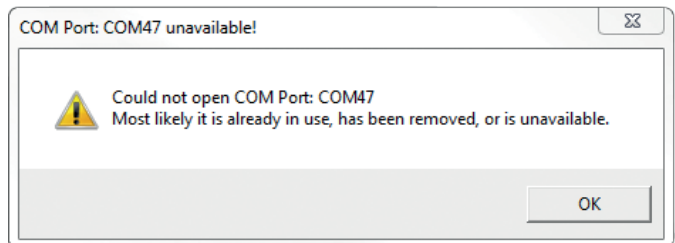
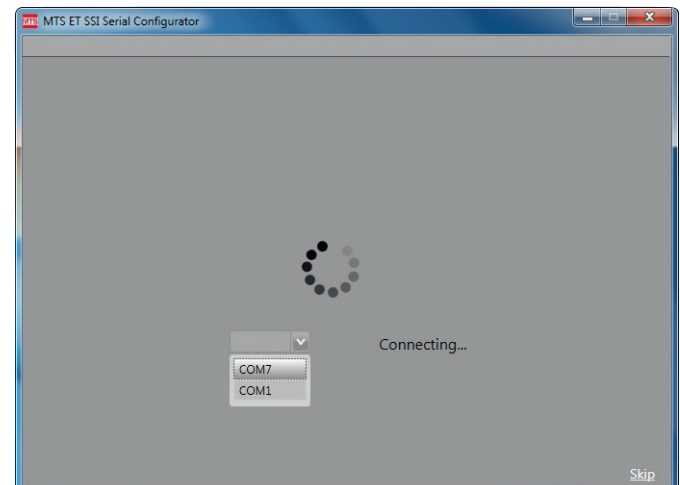
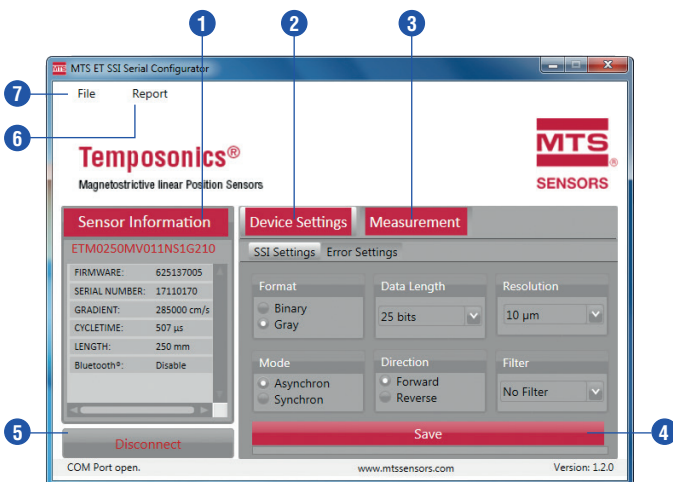

Abb. 27: Fehlermeldung COM-Port nicht verfügbar
Abb. 28: COM-Port wählen
Abb. 29: MTS ET SSI Serial Configurator, SSI Settings
Nach dem Start des Programms MTS ET SSI Serial Configurator baut die Software über den zuletzt gewählten COM-Port eine Verbindung auf und die Bedienoberfläche (Abb. 29) öffnet sich. Sofern der COM-Port nicht verfügbar ist, erscheint eine Fehlermeldung (Abb. 27).
Wählen Sie den korrekten COM-Port aus der Liste aus (Beispiel siehe Abb. 28). Der Sensor startet daraufhin selbstständig neu und die Bedienoberfläche öffnet sich (Abb. 29).
- 1 **Sensor Information** zeigt die unveränderlichen Sensorparameter, die beim Anschluss des Sensors automatisch eingelesen wurden (Abb. 29).
- 2 Unter **Device Settings** können die konfigurierbaren Parameter (SSI Settings, Error Settings) des Sensors angepasst werden (Abb. 29).
- 3 **Measurement** zeigt die aktuelle Position des Magneten (Abb. 29).
- 4 Der **Save**-Button speichert vorgenommene Änderungen an Parametern des Sensors. Nach dem Speichervorgang startet die Software neu. Erst dann sind die Änderungen wirksam und die Funktion **Measurement** 3 ist wieder verfügbar (Abb. 29).
- 5 Der Button **Disconnect** trennt die Verbindung zum COM-Port und beendet die Software (Abb. 29).
- 6 Über **Report** wird ein Bericht über die Sensordaten erstellt (Abb. 29).
- 7 Unter **File** können die folgenden Einstellungen vorgenommen werden (Abb. 29):
SSI Settings (Abb. 29)